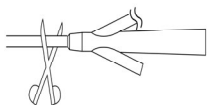

図 2
- (3)(2)で改善されない場合、先端側のカテーテルが尿道内へ引き込まれないように鉗子等で固定をしながら、シャフトを切断する (図 2)。